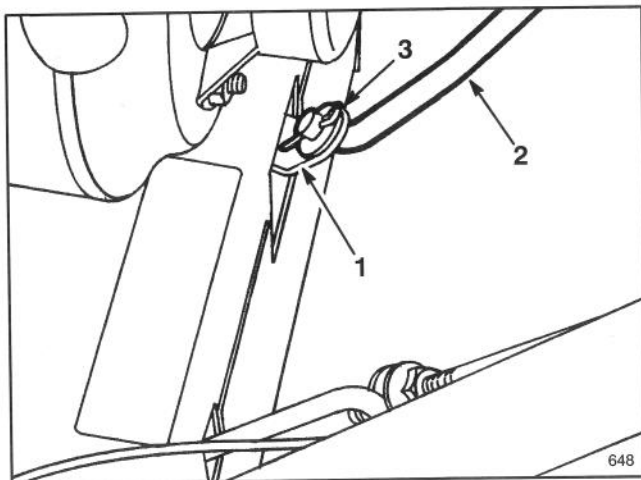

Figure 4
1. Tirez le bras du sélecteur de vitesse à fond (Fig. 4) et placez le sélecteur de vitesse du panneau de commande sur la position R (marche arrière) pour faciliter le montage.
2. Montez la tige de sélecteur de vitesse sur le bras de sélecteur, ajoutez une rondelle plate sur la tige de sélecteur et fixez à l'aide d'une goupille fendue (Fig. 4).